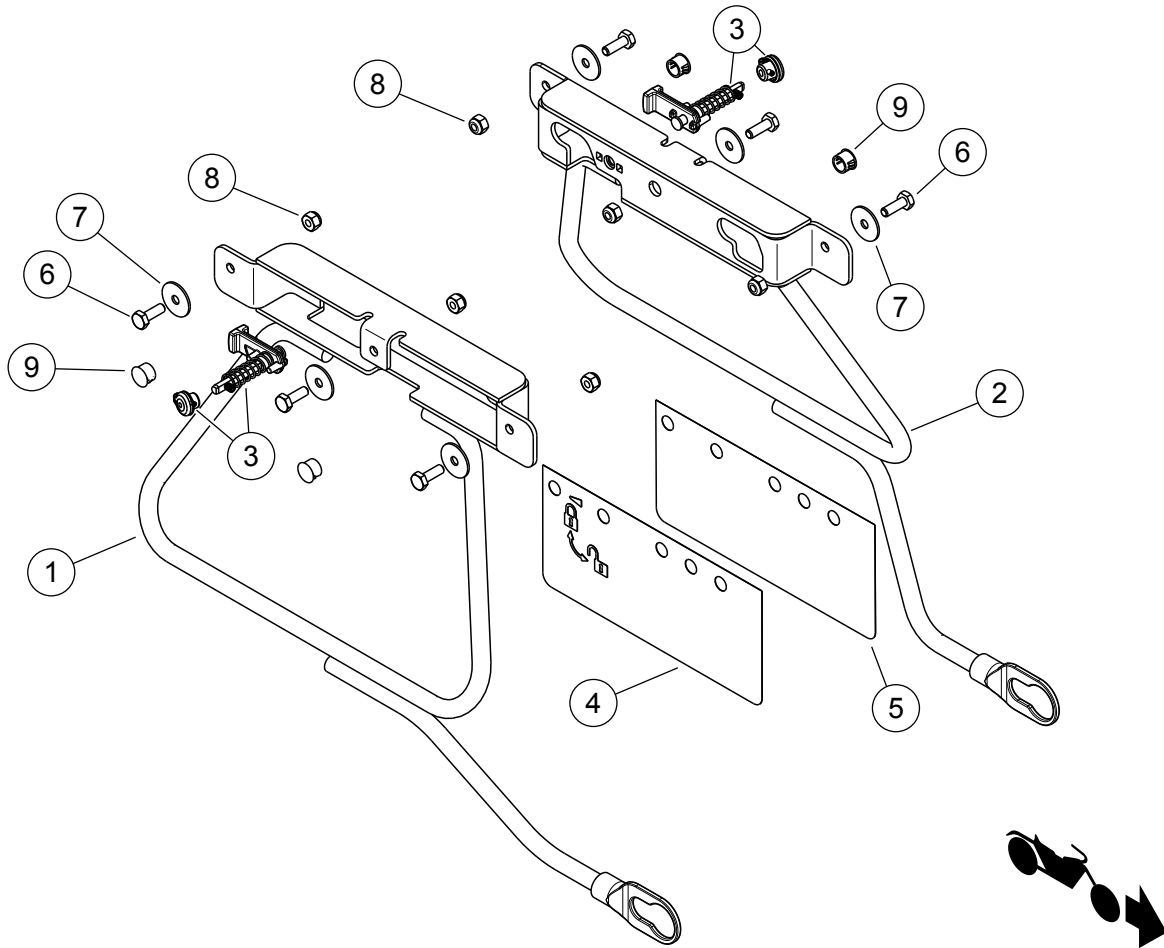

Abbildung 7. Ersatzteile: Umbausatz für abnehmbare Softail-Satteltasche
- j. Siehe Abbildung 7. Den Verriegelungsstift (Teile vom Wartungssatz 3) durch die Befestigungshalterung einsetzen. Die Verriegelung in die Halterung einsetzen und die quadratischen Befestigungsvorsprünge auf die quadratischen Löcher in der Halterung ausrichten. Die Feder auf dem Stift und der Verriegelung anbringen.
- l. Die Befestigungshalterung (1 oder 2) an der Satteltasche anbringen und mit Schrauben (6), Unterlegscheiben (7) und Muttern (8) sichern. Die Schrauben von der Satteltascheninnenseite aus einsetzen. Auf ein Drehmoment von 8,1–10,8 N·m (72–96 in-lbs) anziehen.
- n. Die Kunststoffstopfen (9) in die Löcher in der Satteltasche einsetzen. Bei Gebrauch eines Flachdeckelsatzes müssen die Stopfen von der Satteltascheninnenseite aus angebracht werden. Die Flachdeckelhalterung nimmt so den Stopfen zwischen der Tasche und der Flachdeckelhalterung auf.
- 1. Befestigungsstelle (2)
- 2. Schraube (2)